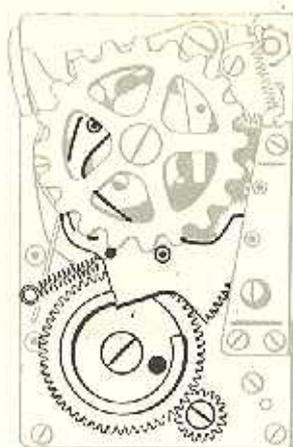

Abb. 8
- o) Ritzel für Hemmrad 370.06 – 35, wie in Abb. 8 angegeben, einsetzen und verschrauben (evtl. Ritzel im Zweikant umsetzen, da ungerade Zähnezahl).